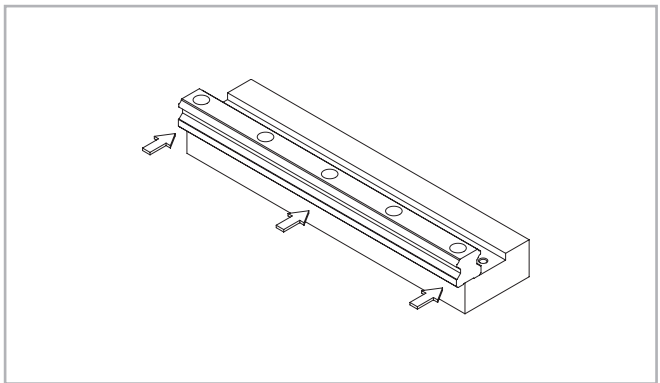

Fig. 54
(2) Posizionare con cura la guida sulla superficie di appoggio (vedere fig. 54) ed iniziare ad avvitare le viti di fissaggio fino a quando la guida tocchi la suddetta superficie.